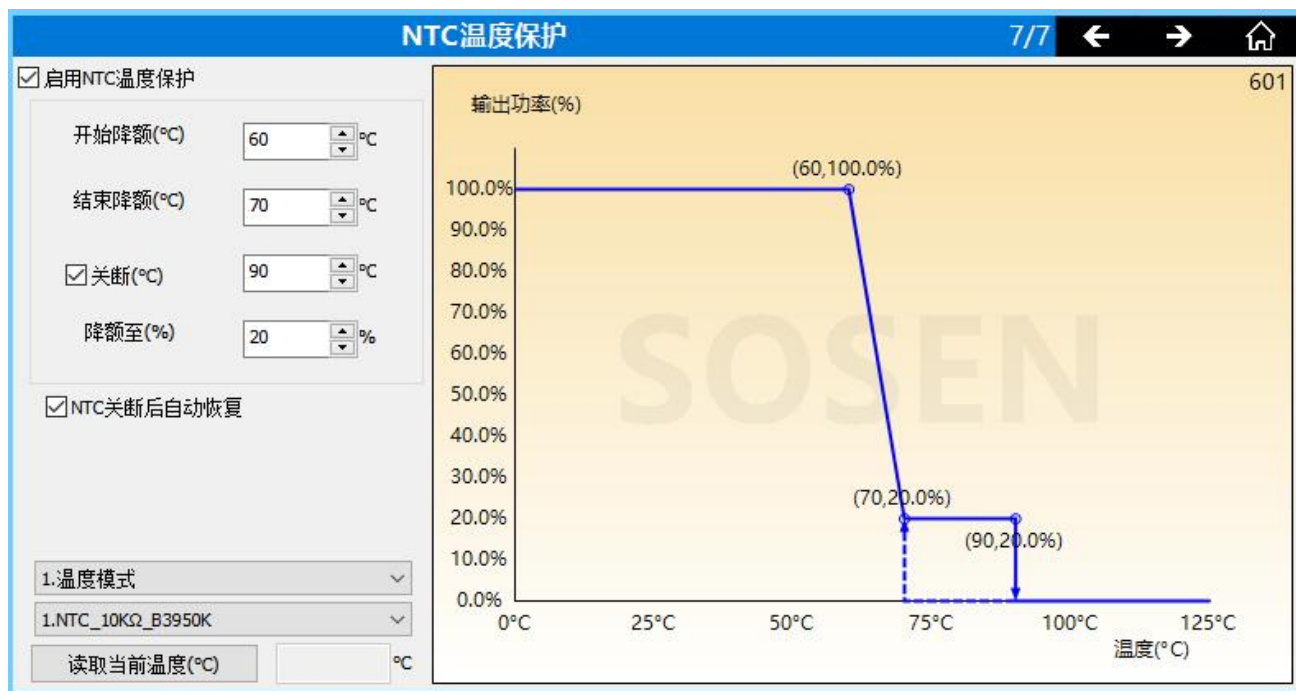
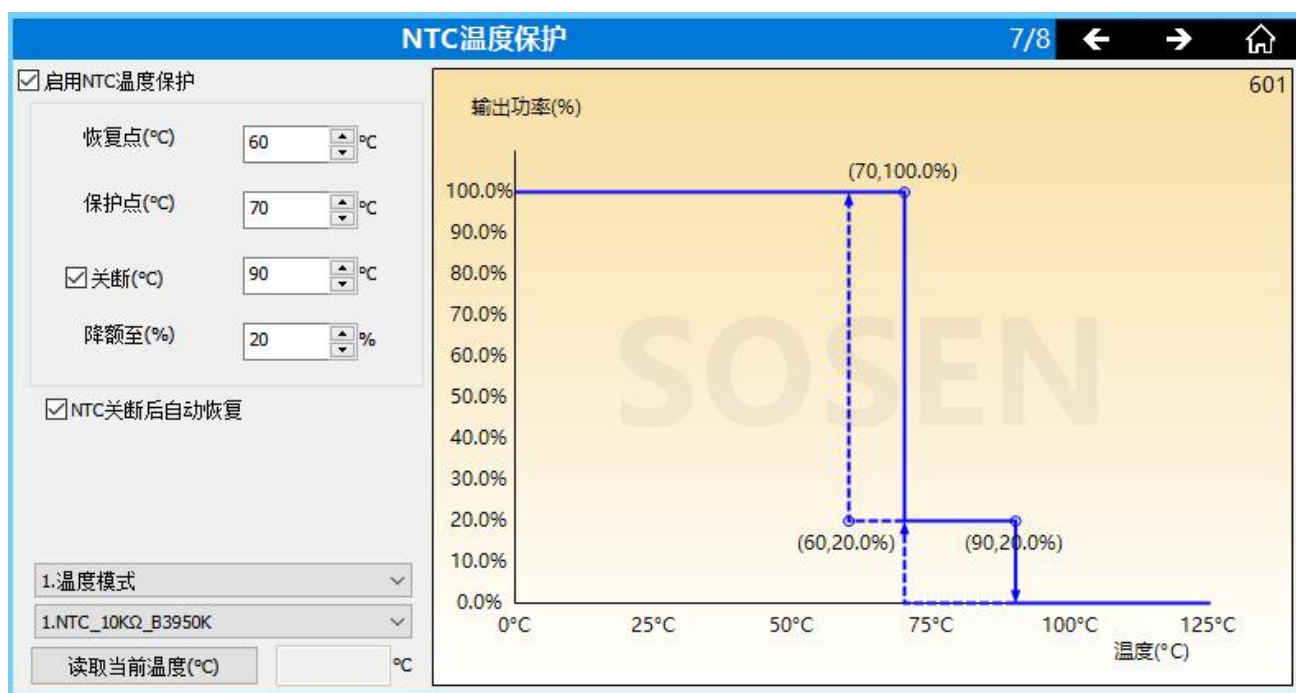

图 2
图 3
b. 三合一机型所支持的 NTC 功能，如图 2 和图 3 所示的功能界面。此类机型支持 2 种 NTC 功能逻辑，可以通过“机型特征参数”界面进行选择。支持此功能的机型如 1200NP-M430BHN。
c. 运行逻辑 1:根据 “机型特征参数” 界面- “NTC 运行逻辑” 选项, 选择 “运行逻辑 1”, 按图 2 所示参数设定, 如蓝线所示, 当温度低于 60°C时, 输出功率为 100%; 当温度大于 60°C且小于 70°C时, 输出功率按 60°C到 70°C之间的斜线运行, 随着温度的升高和降低, 输出功率会伴随这个降低和升高; 当温度大于 70°C, 输出功率将降至 20%, 并保持在 20%; 当温度大于 90°C, 将关断输出。NTC 关断后, 可根据勾选项选择恢复输出或不恢复输出。另外, 将关断温度设置成小于或等于结束降额的温度或取消勾选关断选项, 将关闭关断功能, 既不关断。
2”，按图 3 所示参数设定，如蓝线所示，当温度低于 70℃时，输出功率为 100%；当温度达到或大于 70℃时，将触发一次降额事件，输出功率将从当前实际等级降额 5%，如当前输出功率等级是 100%，那么输出等级将降额至 95%，经过 2 分钟的时间间隔，如果温度仍大于或等于 70℃，将再次触发一次降额事件，两次降额事件的时间间隔至少是 2 分钟。当发生多次降额事件后，输出等级最低将降至 20%，并保持在 20%；不论当前输出等级处于什么等级，当温度降至 60℃时，输出等级将恢复至 100%。当温度大于或等于 90℃时，将关断输出；NTC 关断后，当温度降至 70℃时，恢复输出等级至 20%；可根据勾选项选择恢复输出或不恢复输出。另外，将关断温度设置成小于或等于结束降额的温度或取消勾选关断选项，将关闭关断功能，既不关断。